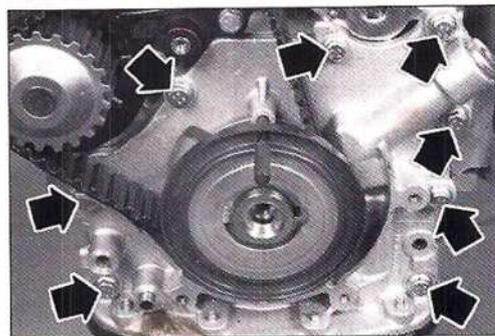

FIG. 27
- los ocho tornillos de la bomba de aceite en el extremo de cigüeñal (Fig.27).